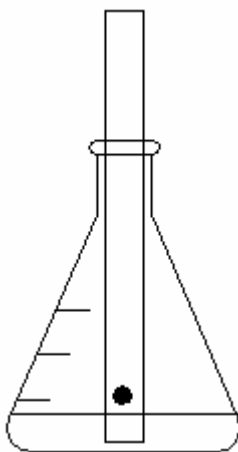

Figura 1
4. Introduce la tira de papel dentro del matraz, con la marca hacia abajo, de modo que el agua TOQUE EL PAPEL, PERO NO LA MARCA DE TINTA, y asegúrala para que se mantenga vertical. Deja que el agua "suba" sola por el papel (Figura 1).